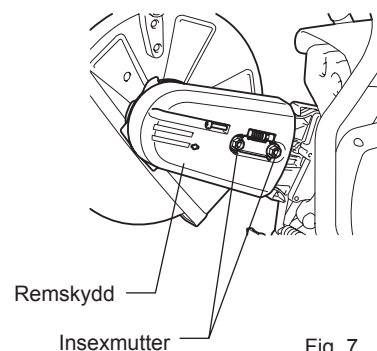

Fig. 7
- Montera remskyddet. (Fig. 7)